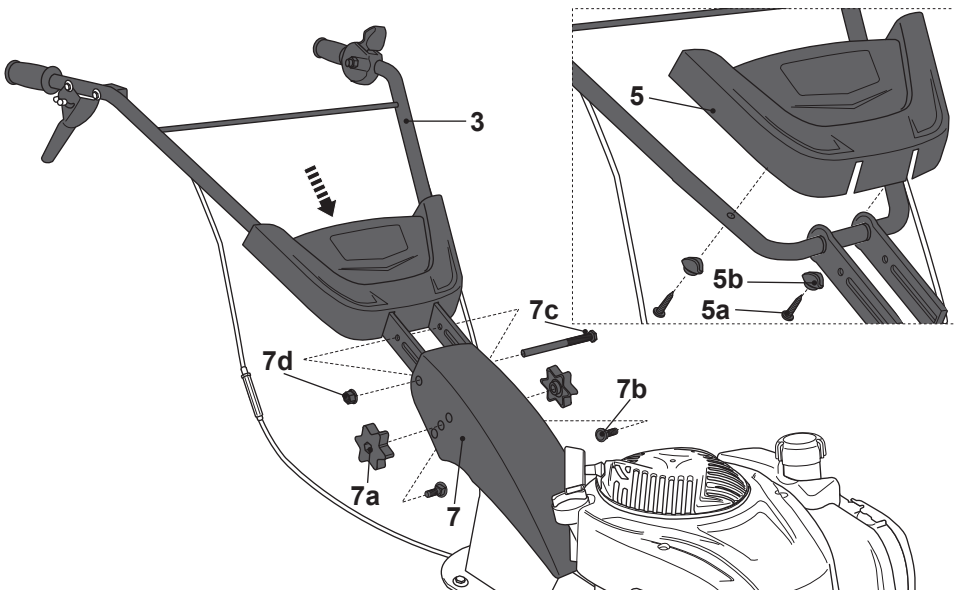

Fig. 4
- > Alinee los orificios de montaje y monte la placa transversal (5) en el manillar (3). Asegure la conexión con los tornillos (5a) y los separadores (5b).
- > Afloje las perillas (7a) y extráigalas junto con los pernos (cortos) (7b) del soporte de la empuñadura (7).
- > Afloje la tuerca (7d) y extráigala junto con el perno (largo) (7c) del soporte de la empuñadura (7).
- > Alinee y monte el manillar (3) en el soporte (7).
- > Asegure la conexión con los pernos (7b, 7c), la tuerca (7d) y las perillas (7a) (Fig. 4).